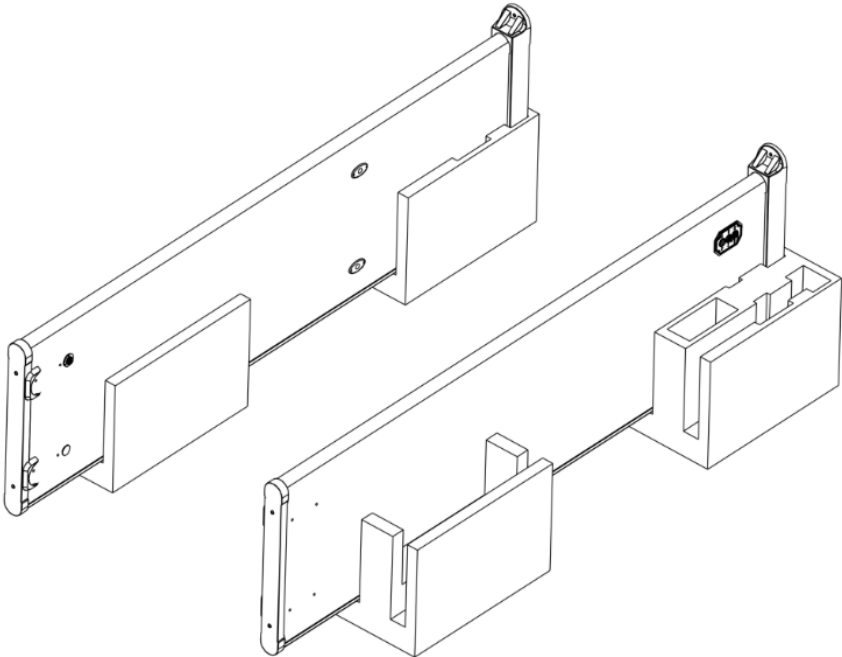

Рис. 3-1
**Этап 1:** откройте упаковку и поместите левую и правую дверные панели на землю в направлении, показанном на Рис. 3-1 ниже. Обратите внимание, чтобы различить левую, правую дверные панели и их направление (интерфейс сигнальной линии обращен вверх и внутрь).